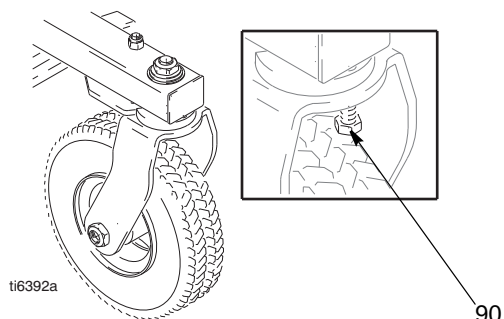

FIG. 1
7. Montera Skruvarna (34) i växelhuset. Dra åt jämnt till momentvärdet i anm. 3 i Fig. 1.
9. Montera framkåpan (52) med två skruvar (32).